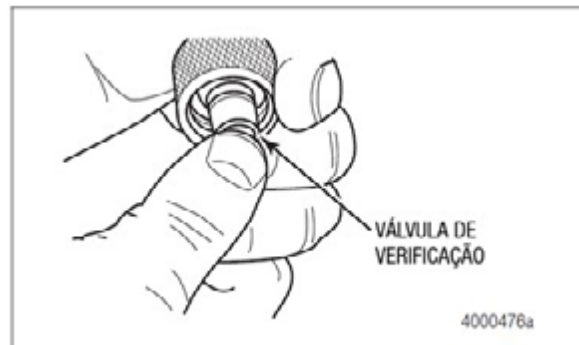
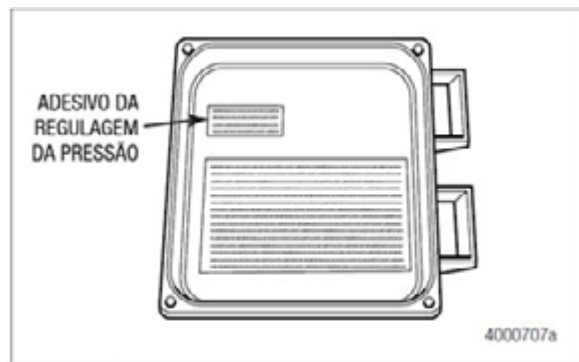

Figura 3.6
Figura 3.7
7. Pressione as válvulas de verificação nas extremidades das mangueiras conectadas aos pneus. O ar deve fluir dos pneus. Figura 3.6.
8. Use a válvula de verificação nas mangueiras para reduzir a pressão em todos os pneus, de 5 a 10 psi abaixo da pressão desejada dos pneus. Um adesivo localizado na tampa da caixa de controle indica a pressão dos pneus que o sistema de inflação fornecerá. Figura 3.7. Por exemplo, se a frota opera a 100 psi (689 kPa), reduza a pressão dos pneus para 90 a 95 psi. Figura 3.6.